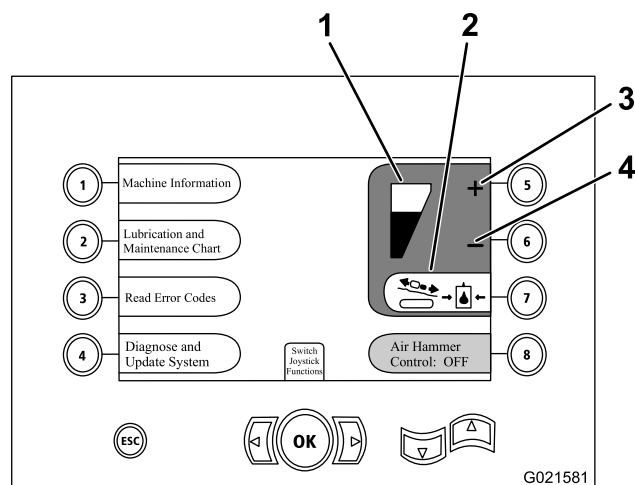

Рисунок 69
- Увеличьте или уменьшите давление каретки следующим образом: (Рисунок 69).
- Нажмите кнопку 5 на экранной странице, чтобы уменьшить давление каретки (Рисунок 69).
- Нажмите кнопку 6 на экранной странице, чтобы увеличить давление каретки (Рисунок 69).
Примечание: Индикатор давления каретки (Рисунок 69) будет показывать увеличение или уменьшение давления в зависимости от того, насколько вы увеличили или уменьшили его.